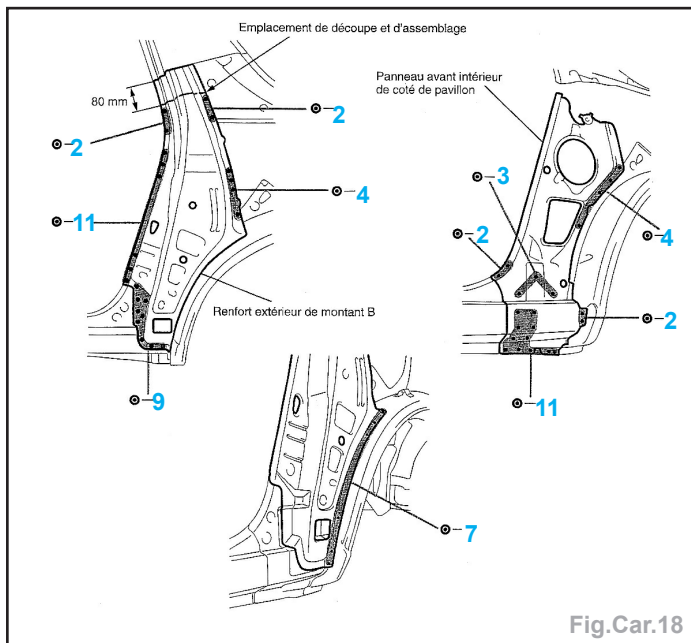

Fig.Car.18
- Tracer puis découper le renfort de custode à l'aide d'une meule assiette (Fig.Car.18).